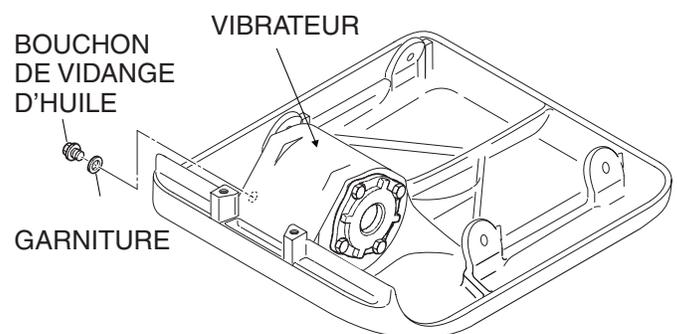

Figure 11. Vérification de l'huile du vibrateur
2. Vérifier le niveau d'huile du vibrateur en enlevant le bouchon (jauge d'huile de vibrateur) comme illustré dans Figure 11. Le niveau d'huile devrait arriver au niveau du bouchon d'huile.